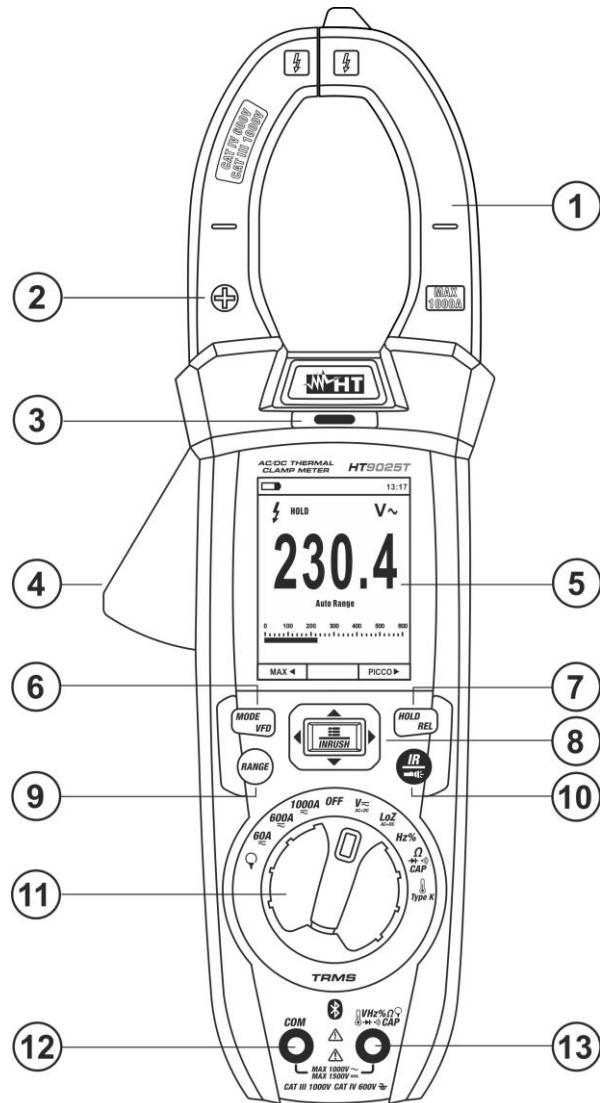

Fig. 1 Descrição da parte da frente do instrumento
2. Aproximar o instrumento de uma fonte CA e notar o acendimento do LED vermelho na parte superior (ver Fig. 1 – parte 3); que evidencia a sua presença